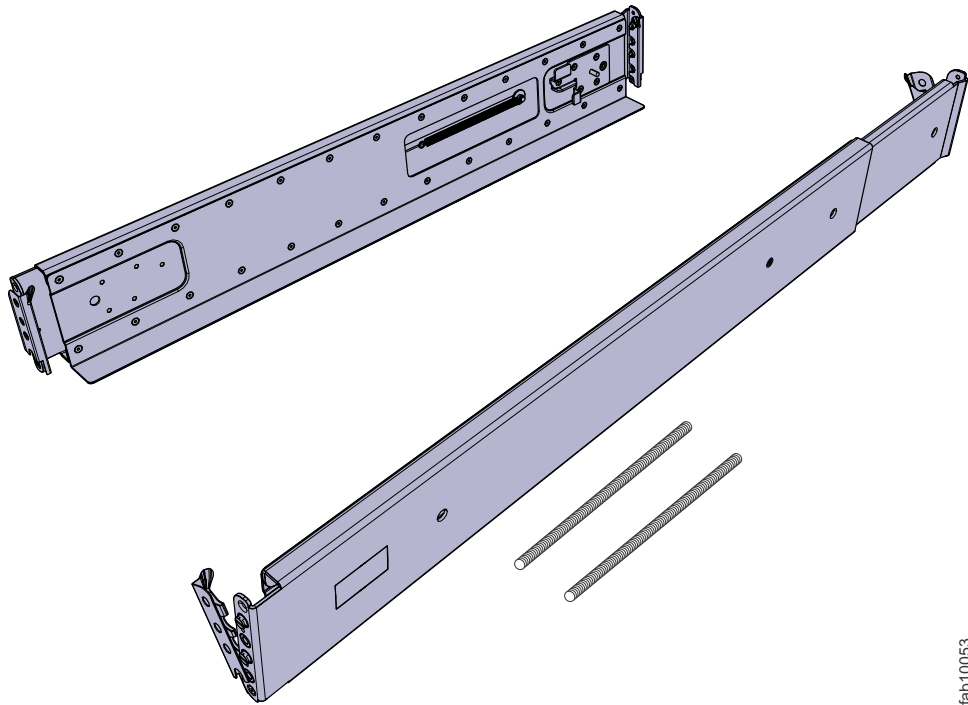

Abbildung 32. Halteschienen des Erweiterungsgehäuses
1. Machen Sie die Schienen für Erweiterungsgehäuse ausfindig (Abb. 32 auf Seite 30). Die Schienenbaugruppe besteht aus zwei Schienen, die im Rackschrank installiert werden müssen.